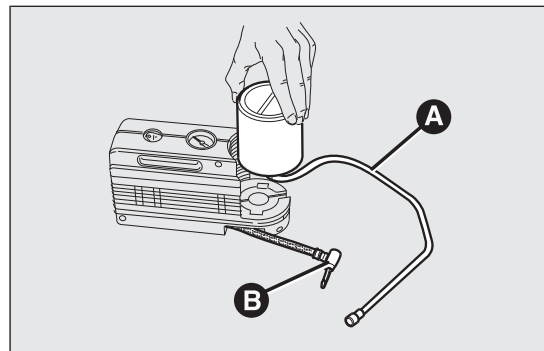

fig. 132
- ☐ disengage coupling B fig. 132;